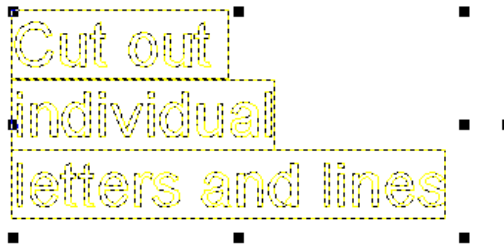

Abbildung 13-2. Ausschneiden von Text: Auf „Nach Zeile“ eingestellte Option zum Entgittern
- Klicken Sie in der Zeichenattribute-Symbolleiste auf . Eine Umrisslinie wird um die einzelnen Textzeichen und Zeilen gezogen, wie oben stehend in Abbildung 13-2 dargestellt.